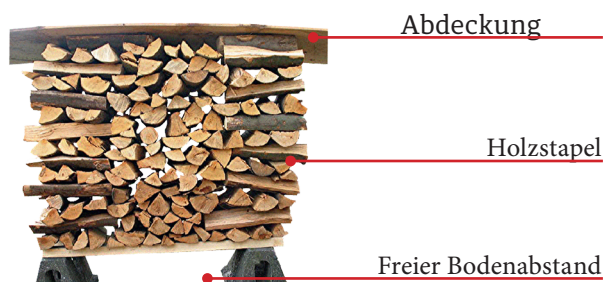

Abb.: 5
Der Scheitholzstapel ist ohne Kontakt zum Erdreich zu errichten, da dieser sonst Feuchtigkeit aus dem Boden ziehen kann. Das Scheitholz möglichst auf der Südseite eines Gebäudes, vor Niederschlag geschützt und gut belüftet lagern. Scheitholz locker und an einer Seite abgestützt aufstapeln. Zwischen den einzelnen Holzstößen einen Belüftungsspalt lassen (Abb.: 5).
- Anders als bei einem Lagerfeuer wird das Feuer im Heizeinsatz von oben angezündet. Legen Sie oben auf die Holzscheite möglichst klein gespaltenes, trockenes Weichholz als Anfeuermodul auf (Abb.: 5). Öffnen Sie den Verbrennungsluftschieber zum Anheizen vollständig (siehe „8.3 Stellungen der Bedienelemente“ auf Seite 14). Mit der Menge des aufgegebenen Brennstoffes bestimmen Sie maßgeblich die Heizleistung. Legen Sie Befüllmengen entsprechend Kapitel „8 Scheitholztabelle, Heizwerte“ auf.